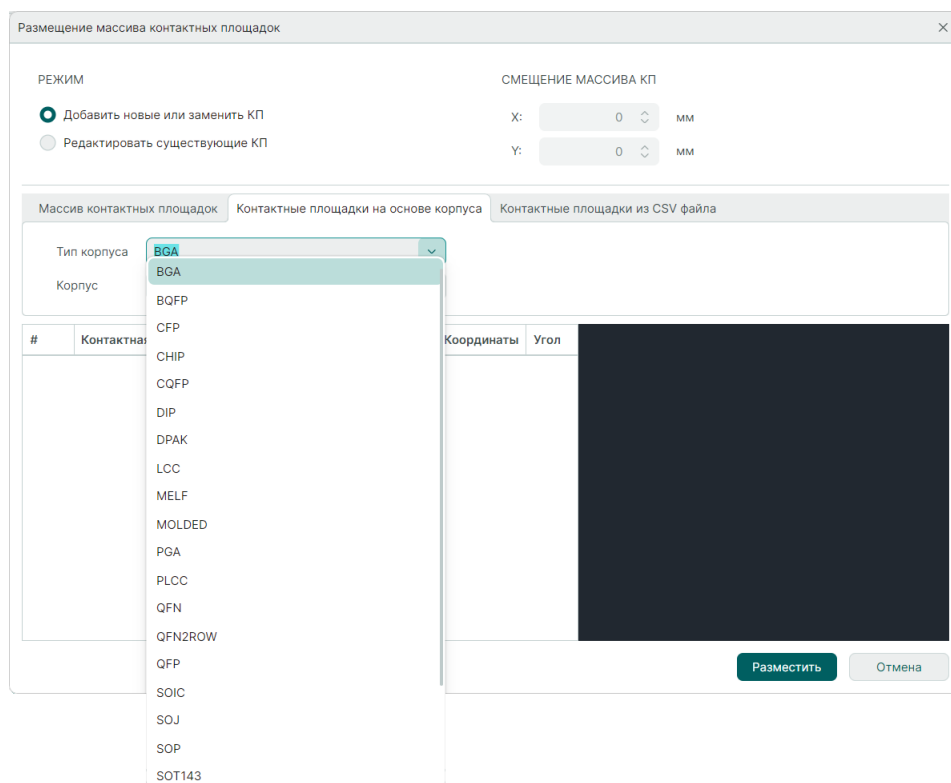

Рис. 99 Выбор типа корпуса
2. Выберите из выпадающего списка «Тип корпуса» нужный тип корпуса, см. Рис. 99.